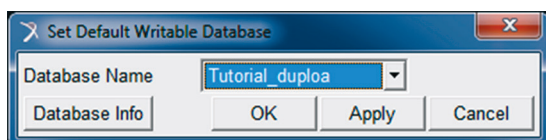

Figura 5.10 – Especificação do diretório de gravação de arquivos de projeto.
- Será aberta uma caixa de diálogo (*Set Default Writable Database*), conforme ilustrado na Figura 5.10. No campo *Database Name*, selecione o diretório de trabalho criado anteriormente. Para tanto, clique sobre a seta à direita da aba.